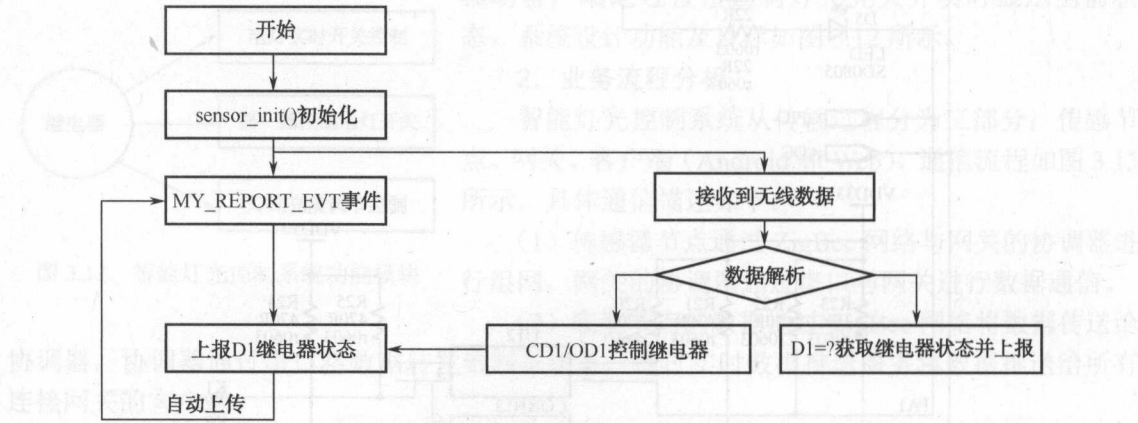

图 3.16 继电器程序逻辑
(2) 传感器驱动程序开发。继电器程序逻辑如图 3.16 所示。